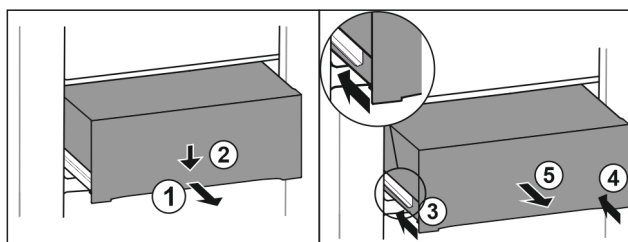

Fig. 226
- ▶ Húzza ki félig a fiókot. Fig. 226 (1)
- ▶ Nyomja le a fiók elülső oldalát. Fig. 226 (2)
- ▶ Tolja be a bal oldali sínt körülbelül 2 cm mértékben. Fig. 226 (3)
- ▶ Tolja be a jobb oldali sínt körülbelül 2 cm mértékben. Fig. 226 (4)
- ▶ Vegye ki a fiókot előre felé. Fig. 226 (5)